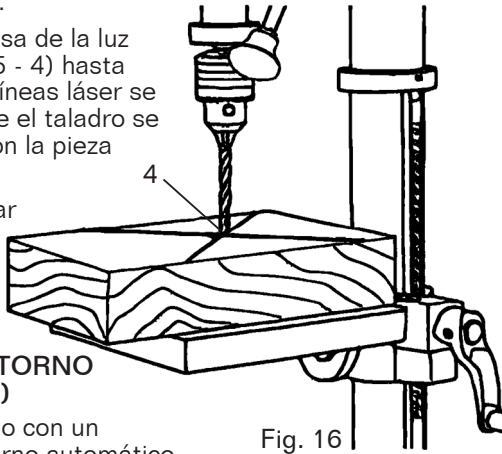

Fig. 16
3. Baje la broca para encontrar la pieza de trabajo (Fig. 16 - 2). Las dos líneas láser deben cruzarse donde el taladro se encuentra con la pieza de trabajo.